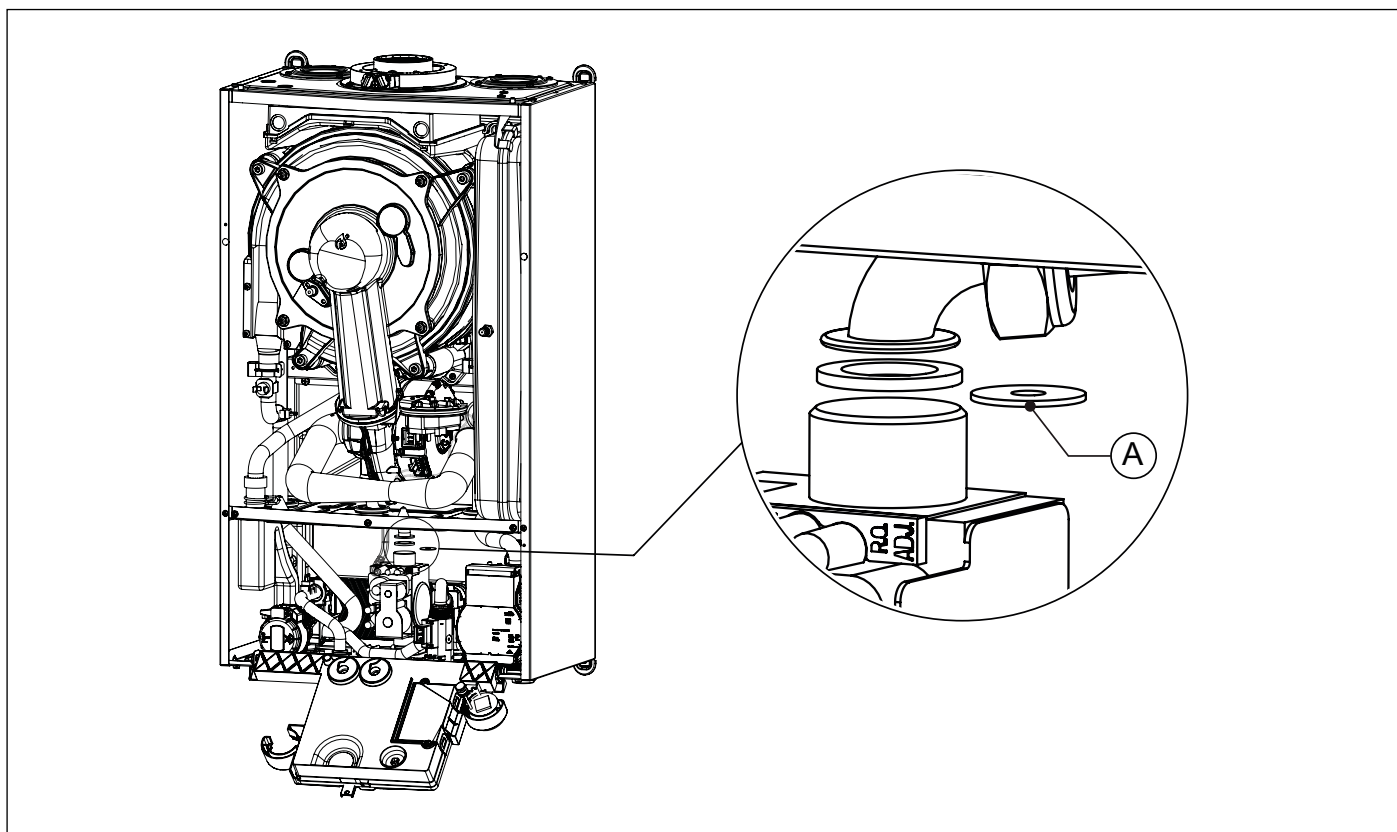

Fig. 24 Înlocuirea diafragmei de gaz
- Deconectați teava de pe vana de gaz (consultați Fig. 24 Înlocuirea diafragmei de gaz).
- Înlocuiți diafragma de gaz (A) cu diafragma nouă de gaz (consultați Fig. 24 Înlocuirea diafragmei de gaz și Tab. 11 Diametrul diaframelor de gaz (mm)).